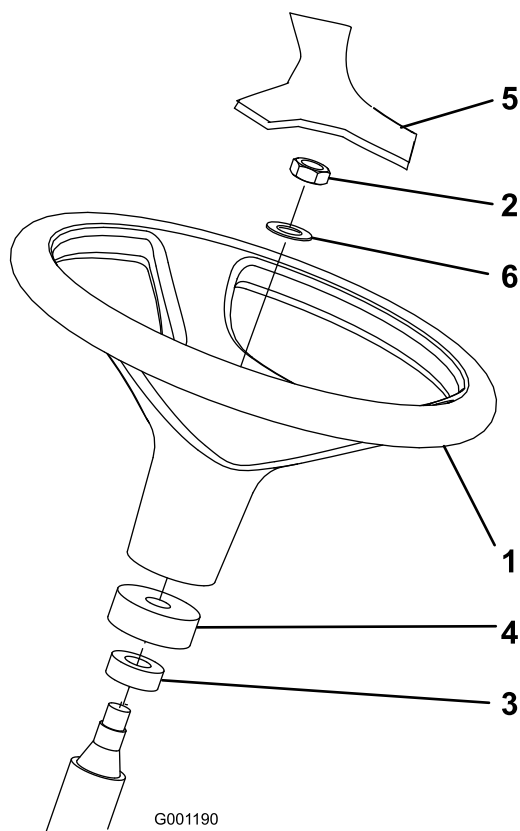

Bild 3
1. Nehmen Sie das Lenkrad von der Versandpalette ab (Bild 3).
Hinweis: Stellen Sie sicher, dass die Lenkwelle einen Schaumkragen und eine Staubabdeckung hat (Bild 3).
3. Ziehen Sie das Lenkrad und die Scheibe auf die Lenkwelle auf (Bild 3).
5. Befestigen Sie die Abdeckung am Lenkrad (Bild 3).